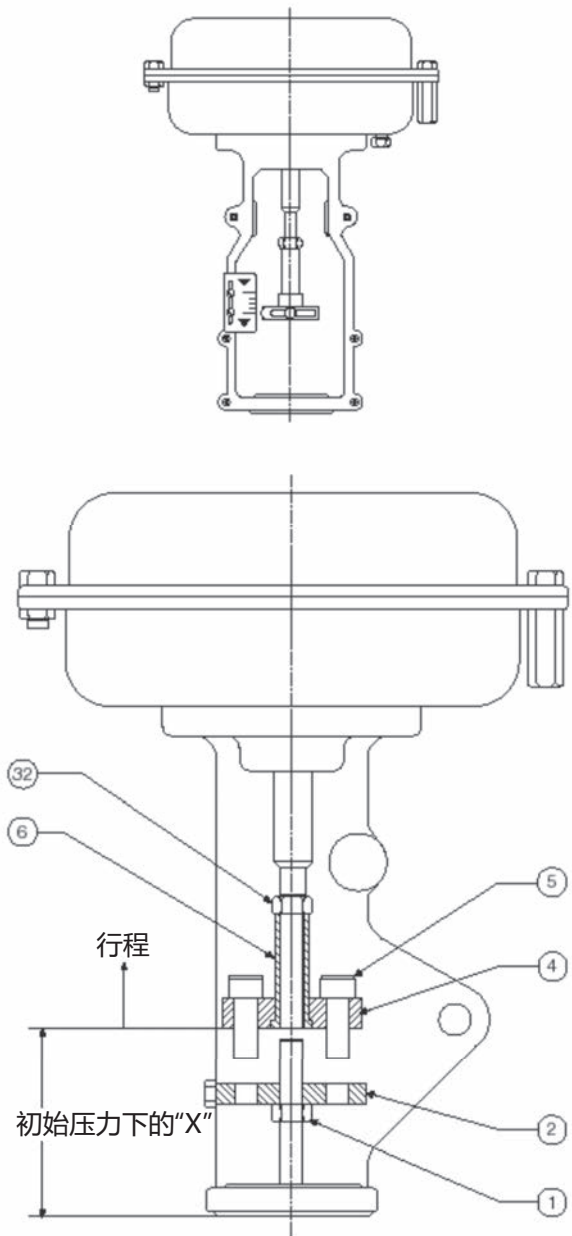

图 11 - 88 型执行器
施加初始压力，定位顶部输出杆连接器 (4)。参考图 11 和 16 了解输出杆连接器的定位。
施加初始气压。按图 11 所示调节塞杆至输出杆法兰 (2) 位置。